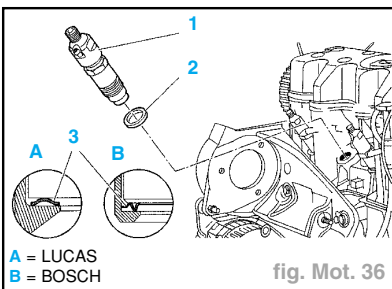

fig. Mot. 36
**Impératif :** Vérifier l'efficacité de la commande manuelle de "STOP" (10).
- Déposer (fig. Mot. 36) :
- les porte-injecteurs (1) en utilisant la douille [1] 5710-T,
- les rondelles d'étanchéité (2).